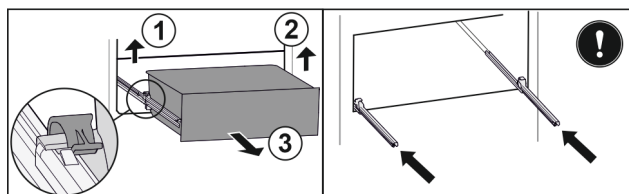

Fig. 98
- Løft venstre klemme og trekk samtidig skuffen fremover til venstre. Fig. 98 (1)
- Løft høyre klemme og trekk samtidig skuffen fremover til høyre. Fig. 98 (2)
- Ta ut skuffen framover. Fig. 98 (3)